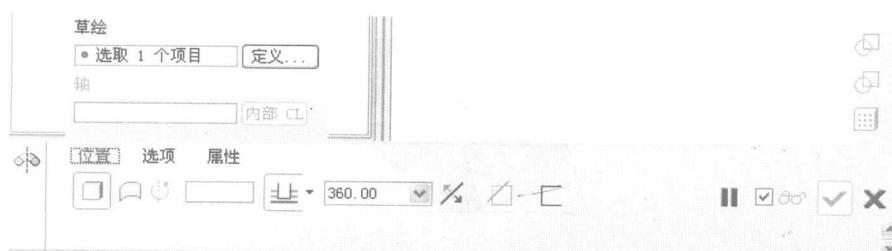

图 1-5 “位置”上滑面板
(1) 单击 $\odot$ (旋转工具)按钮，打开旋转工具操控板。
(2) 在操控板中， $\square$ (实体)按钮处于被选中状态。单击“位置”标签，打开“位置”上滑面板，如图 1-5 所示。